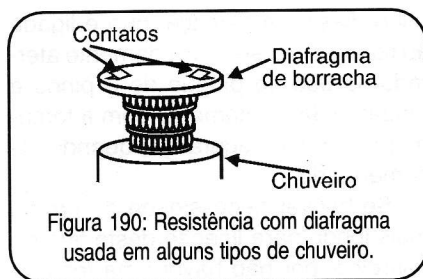

Figura 190: Resistência com diafragma usada em alguns tipos de chuveiro.
b) Abra o chuveiro com cuidado e retire a base de porcelana em que está enrolado o elemento de nicromo. Em alguns tipos, esta base sai juntamente com o diafragma e os contatos (figura 190).